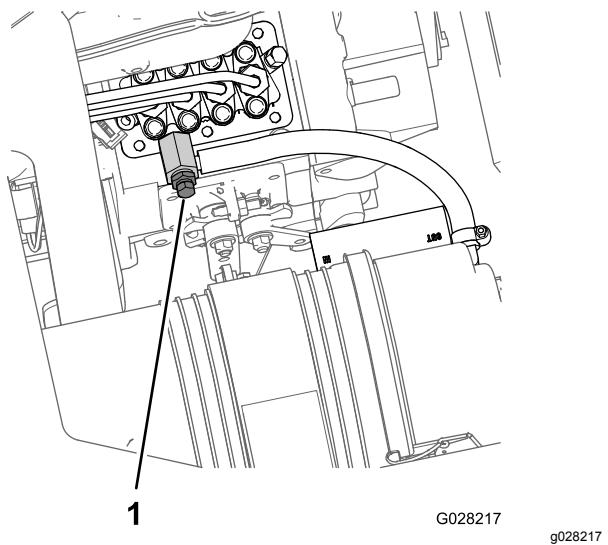

图 75
8. 将放油盘放在发动机燃油喷射泵部位的下方 图 75。
9. 打开燃油喷射泵 图 75 上的排气螺丝。
11. 让钥匙保持在“开启”位置直到有整股的燃油从排气螺丝周围排出 图 75。
12. 拧紧排气螺丝 图 75 将钥匙转至“关闭”位置。